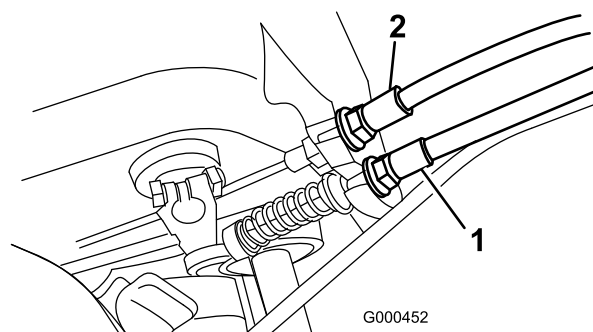

Figure 29
2. Pour accroître la tension du câble, desserrez l'écrou de blocage avant et serrez l'écrou de blocage arrière (Figure 29) jusqu'à ce qu'une force de 5 à 6,3 kg soit requise pour serrer le frein. Mesurez la force au bouton du levier. Ne le tendez pas au point que la bande du frein frotte en permanence.